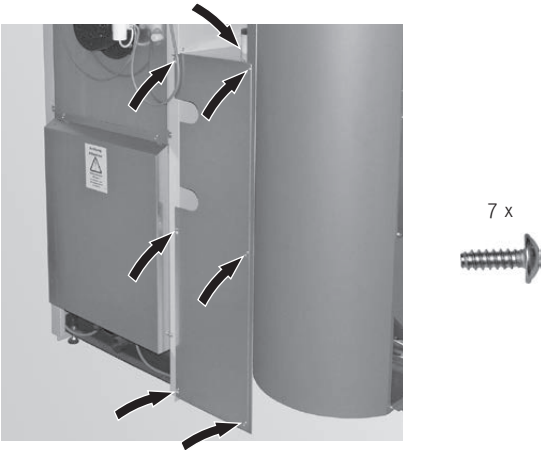

Fig. 123 Avvitare la parete posteriore
- Fissare la parete posteriore con 7 viti per lamiera – Fig. 123.